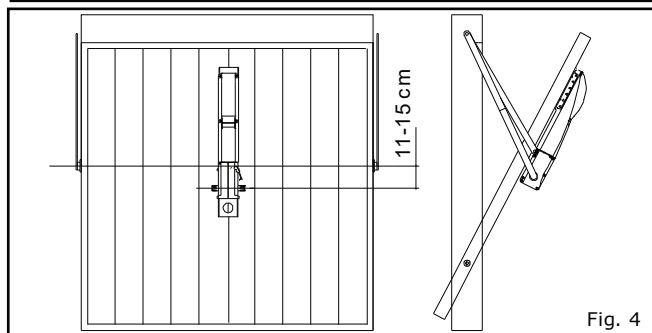

Fig. 4
- e) Fissare il motoriduttore al longherone serrando le quattro viti M8x20 fornite in dotazione, in modo che l'albero di uscita si trovi 10 -15 cm più in basso rispetto al perno di leva della porta (Fig. 4).